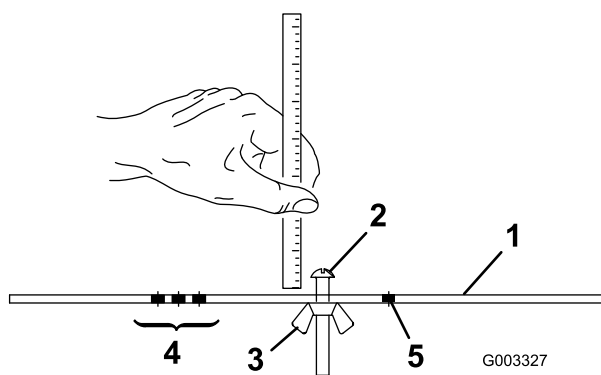

Figura 16
2. Allentate il dado sulla barra di misura (**Figura 16**) e posizionate il bullone di regolazione all'altezza di taglio opportuna.